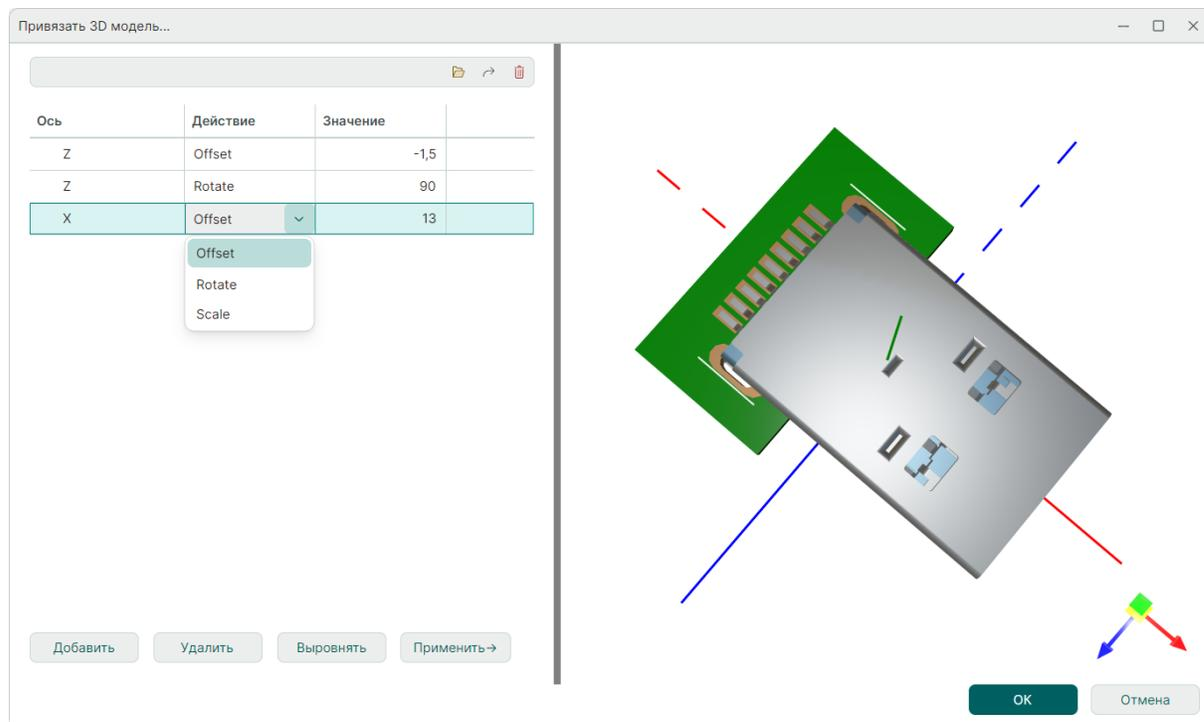

Рис. 169 Внешняя 3D модель, привязанная к выбранному посадочному месту
7. В случае когда автоматическое выравнивание не дает требуемого результата, необходимо создать цепочку операций вручную, см. Рис. 169.